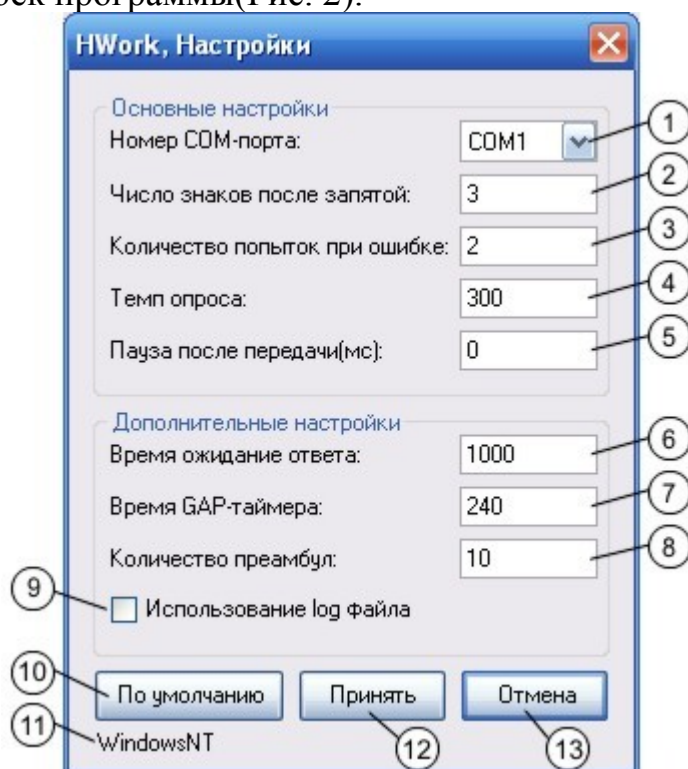

Рис. 2. Настройки программы.
7.1.1 После выбора пункта меню «Настройки» - «Изменить настройки...» появится окно настроек программы (Рис. 2).